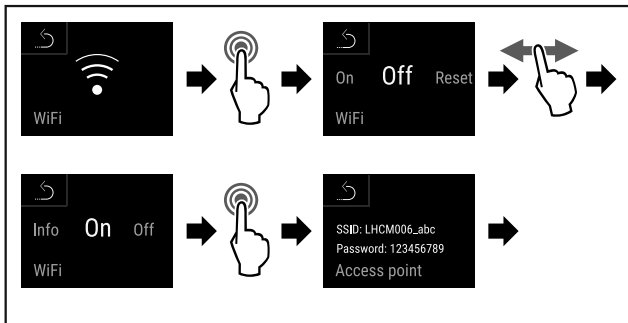

Fig. 117
- ▶ Seguir los pasos de procedimiento (consulte Fig. 117) .